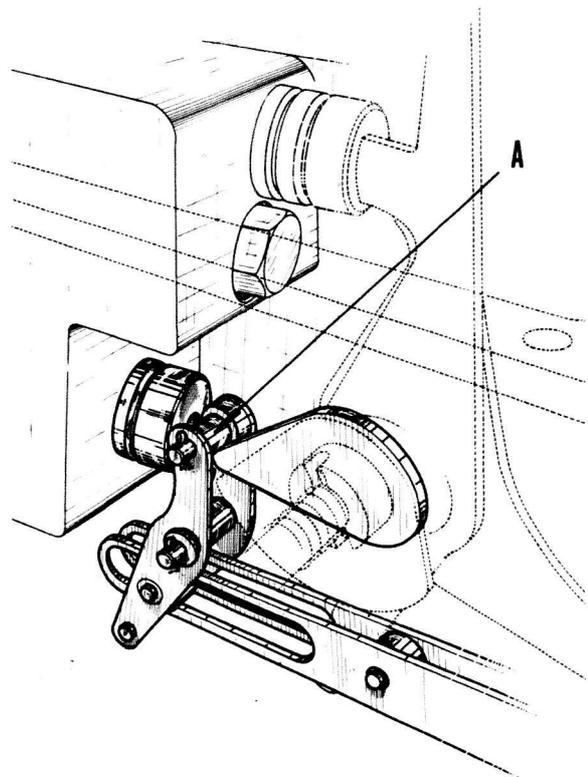

Fig. 17
- 4° Faire pivoter l'ensemble du secteur d'abord vers la gauche (sens contraire des aiguilles d'une montre) pour amener en contact la came pointue avec le galet de la valve secondaire. Celle-ci ne doit pas bouger (fig. 17).